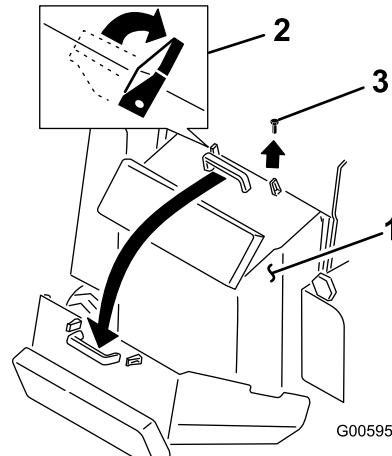

Bild 25
2. Lösen Sie die zwei Blockierzungen oben auf der hinteren Abdeckung (Bild 25).
4. Entfernen Sie die Schraube, die sich neben der rechten Blockierzunge befindet (Bild 25).
5. Fassen Sie den Griff an und ziehen Sie die Abdeckung nach oben und zurück, um sie zu öffnen (Bild 25).